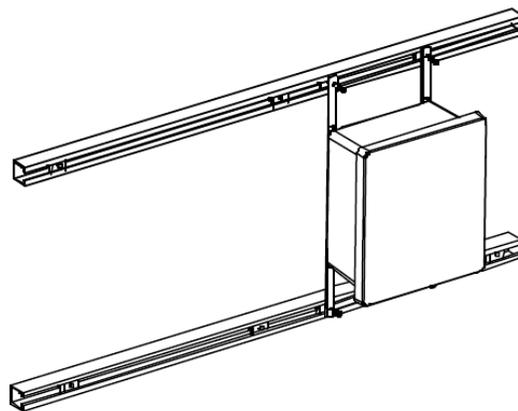

Figure 9 : Montage de la boîte de jonction
1. Trouvez (2) écrous à ressort unistrut 3/8 po (article 1) (référez-vous au « Schéma de montage et d'assemblage réservoir/mur » à l'arrière de ce guide). Installez-en un sur chaque unistrut à env. 2 po de l'extrémité gauche.
3. Placez les (2) autres écrous à ressort 3/8 po aux endroits identifiés à l'étape 3.
4. Trouvez (4) rondelles de blocage 3/8 po, (4) amortisseurs de vibrations et la sangle de mise à la terre (articles 11, 12 et 14). Alignez le refroidisseur d'huile sur les (4) écrous à ressort installés. Insérez un amortisseur de vibrations (article 12) dans chacun des trous du refroidisseur supérieurs afin de le tenir vaguement en place. Placez une extrémité de sangle de mise à terre (article 14) sur le trou de montage inférieur gauche entre l'écrou à ressort et le refroidisseur d'huile, en plaçant une rondelle de blocage (article 11) à l'avant et à l'arrière de la sangle (voir figure 9). Utilisez les deux autres amortisseurs de vibration pour fixer le bas du refroidisseur à l'unistrut. Veillez à ce que tous les quatre amortisseurs de vibrations soient serrés contre le refroidisseur d'huile.